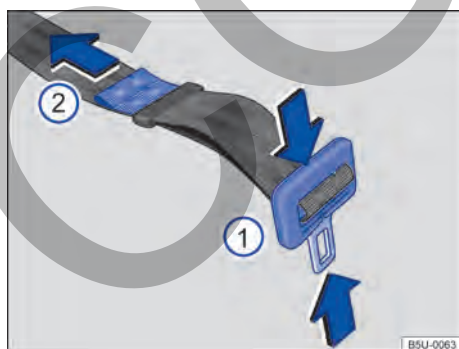

Fig. 31 Ajustar la banda del cinturón de seguridad subabdominal.
- Presionar la pestaña de encastre en el sentido de las flechas → **fig. 31 ①** y extender totalmente el cinturón de seguridad.
- Apretar la pestaña de encastre contra el cierre del cinturón y tirar del extremo → **fig. 31 ②** en el sentido de la flecha, hasta alcanzar una holgura máxima de 5 cm (3 dedos) en la zona pélvica.